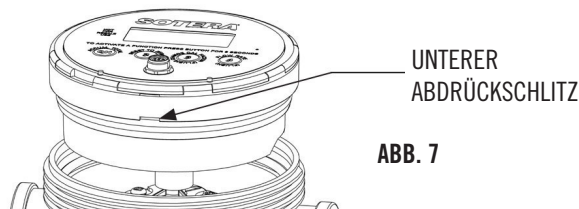

ABB. 7
3. Einen Flachklingenschraubendreher in den unteren Schlitz (siehe Abb. 7) einsetzen und die Zählerabdeckung (Teil 6) nach oben drücken.